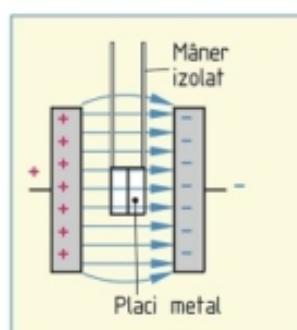

Figura 2: Plăci metalice în câmp electric
**Experimentul 2:** Cu ajutorul a 2 mânere izolate, plasați 2 plăci de testare metalice, subțiri și neutre din punct de vedere electric, între cele 2 plăci ale unui condensator încărcat. (Figura 2).